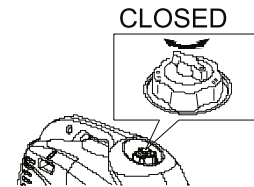

Рис. 24
4. Переключите вентиляционный клапан крышки топливного бака в положение «OFF» (Рис. 24).